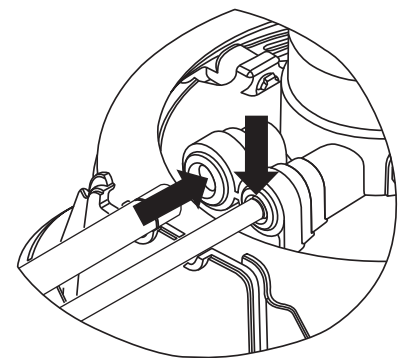

Fig. 5
- b. **Inserta** el final del tubo AZUL anexado al conector T grande de $\frac{3}{8}$ " x $\frac{1}{4}$ " x $\frac{5}{16}$ " componente h, (Fig. 1) dentro del puerto chico del soporte (Fig. 5) hasta que este encuentre la línea o la línea desaparezca.